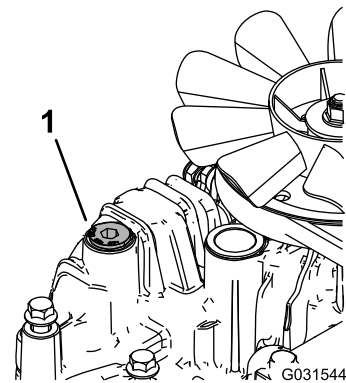

Bild 79
11. Lockern Sie die Entlüftungsschraube in jedem Getriebe, sodass sie lose ist und wackelt (Bild 79).